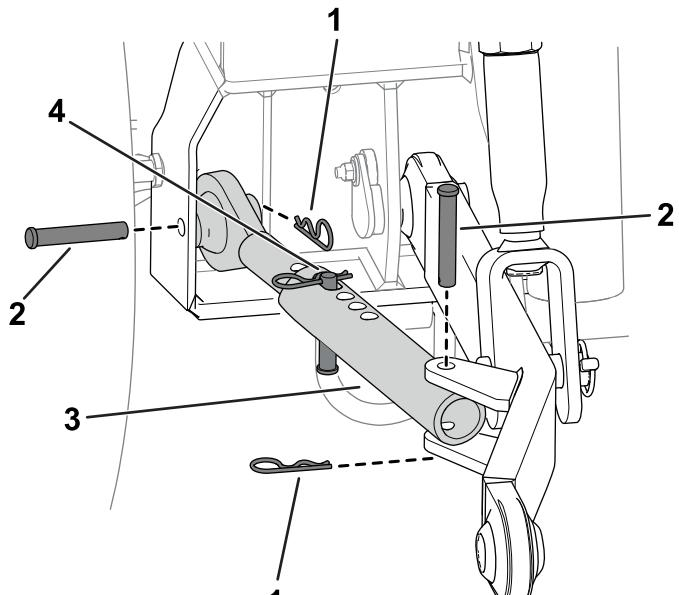

Figura 4
Nota: La Figura 3 y la Figura 4 muestran la instalación de los componentes en el lado izquierdo
4. Utilice un pasador y una chaveta para sujetar los tensores laterales al bastidor de la máquina (Figura 4).
5. Utilice un pasador y una chaveta para sujetar el tensor lateral al brazo de tiro (Figura 4).
6. Instale un pasador y una chaveta en el tensor lateral (Figura 4).